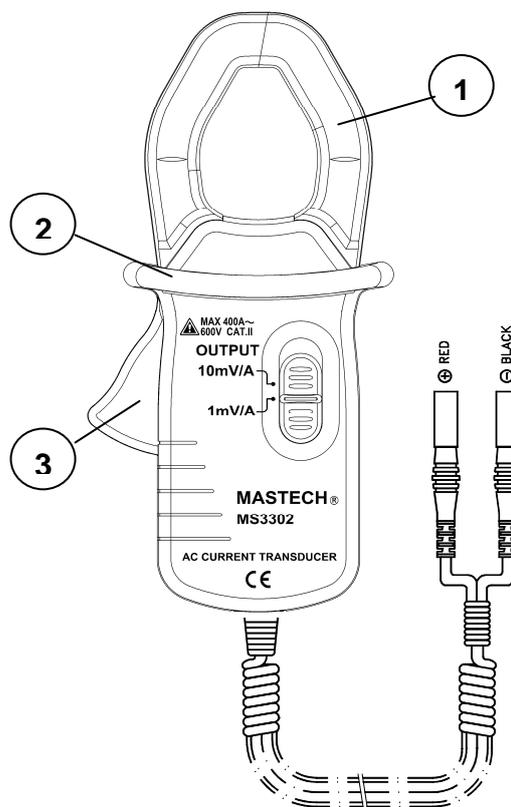

图 1.
2.1 参看 MS3302 交流电流转换器图 1
- ① 钳口